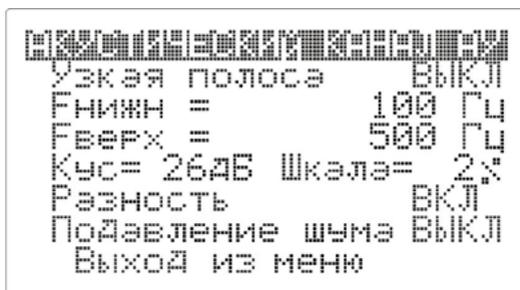

Рисунок 10 – Экран меню канала «АУ»
- 4.8.2 Экран меню канала «АУ» (рис. 10).